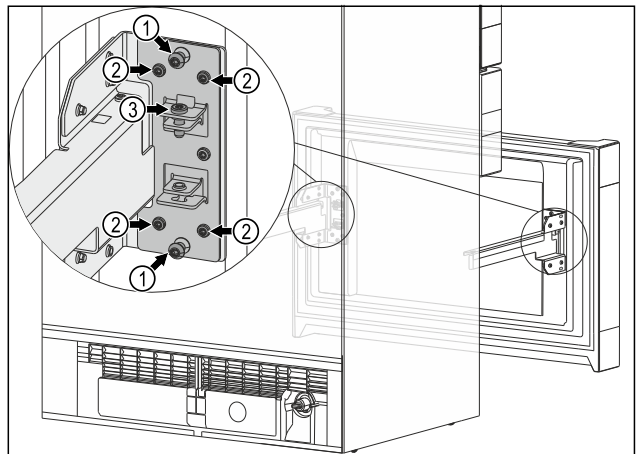

Fig. 14
- ▶ Викрутіть обидва центральні гвинти Fig. 14 (1).
- ▶ Ослабте всі чотири гвинти Fig. 14 (2).
- ▷ Досягнуто кінцевого положення висувного візка: Затягніть усі чотири гвинти Fig. 14 (2).
- ▷ Центральні гвинти Fig. 14 (1) більше не знадобляться.